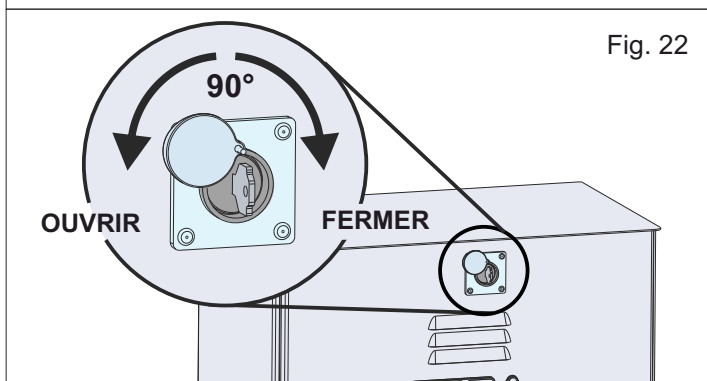

Fig. 22
- Ouvrez le couvercle de la serrure, insérez la clé et tournez-la de 90° dans le sens inverse des aiguilles d'une montre - Fig. 22
- Fermez la trappe du boîtier et serrez-la en tournant la clé de 90° dans le sens des aiguilles d'une montre - Fig. 22